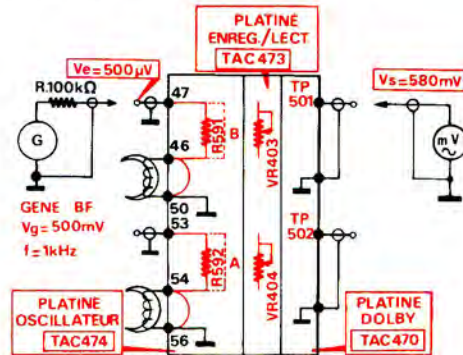

Fig. 34
9. REGLAGE DE LA SENSIBILITE EN LECTURE (Fig. 34)